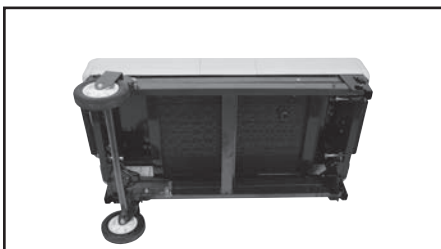

FIGURE 5
3. Déposez la scie sur le côté, sur le sol (fig. 5).